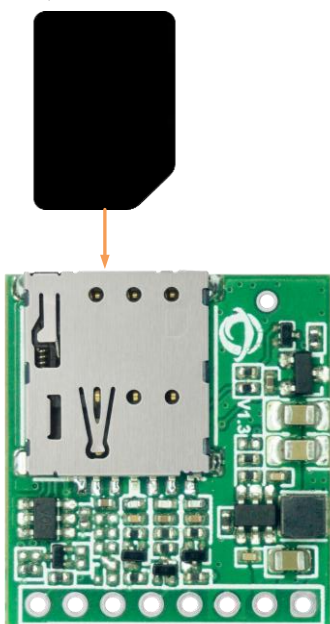

图 1-2 插卡示意图
3. 将 Nano SIM 卡缺口朝里插入卡座，直到 SIM 卡推到最底部，自动锁紧。如图 1-2 所示。取卡时只需按压 SIM 卡，就会自动弹出。